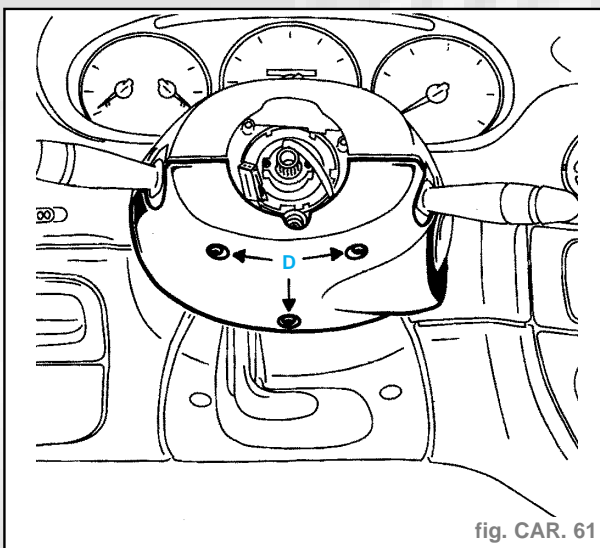

fig. CAR. 61
- Déposer la demi-coquille sous le volant par les trois vis (D) (fig. CAR. 61).